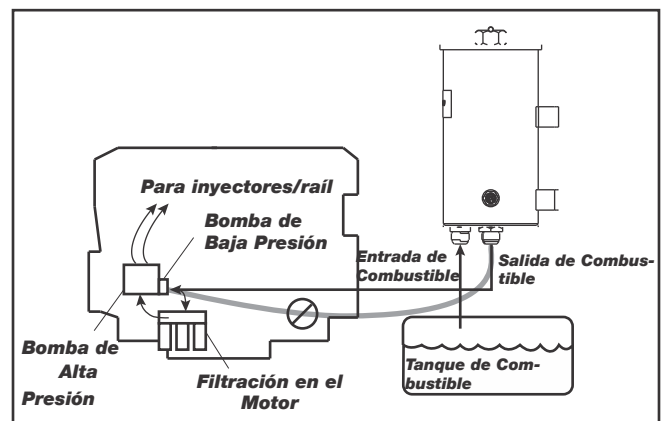

Figura 1 - Conexiones del Sea Pro
4. Dirija la línea de alimentación de combustible del tanque de combustible hacia la entrada del Sea Pro (consulte la Figura 1). Dirija la línea de combustible de la salida del Sea Pro hacia la entrada de la bomba de combustible.